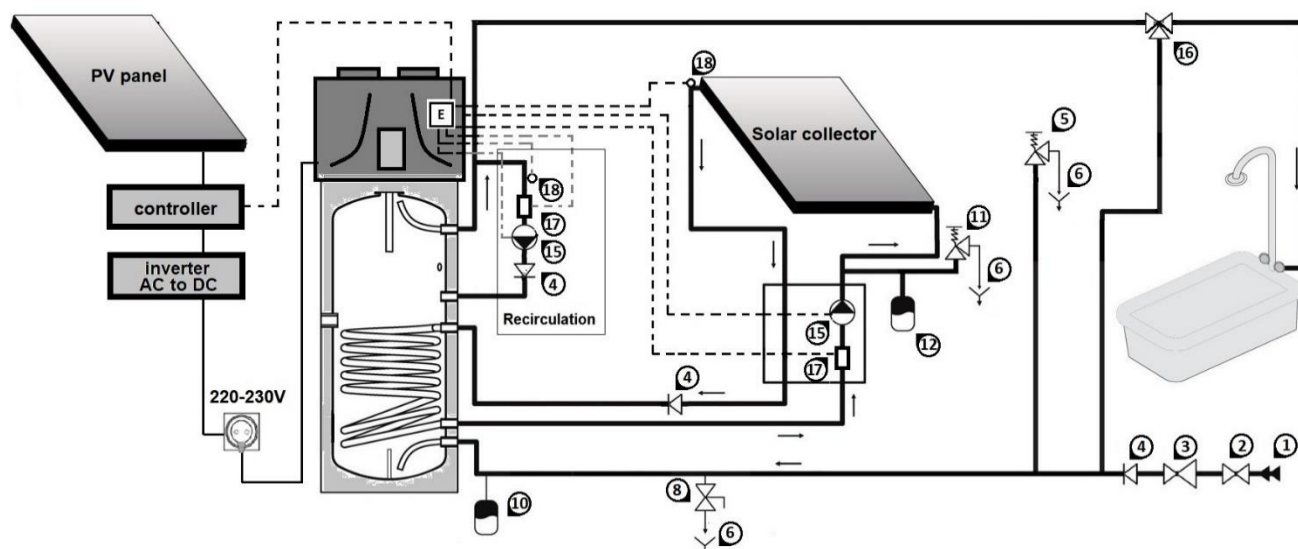
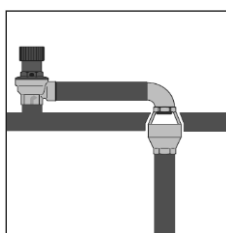

Fig. 8 Conexão ao abastecimento de água e ao coletor solar
Fig. 8a
Conecte os tubos de entrada e saída de água fria aos pontos de conexão apropriados. A ilustração a seguir (Fig. 8) mostra um exemplo de conexão a um abastecimento de água.
- O instalador do sistema deve instalar uma válvula de segurança de 8 bar no tubo de entrada da água fria (Fig. 8).
NOTA: A válvula de segurança deve ser aberta manualmente regularmente para evitar acúmulo de calcário e/ou obstrução (Fig. 8).
NOTA: O tubo de drenagem 6 (Fig. 8) na válvula de segurança deve ser instalado com uma inclinação descendente contínua e num local onde esteja protegido de congelação. É obrigatório o uso de um sifão especial (Fig.8a)!
ATENÇÃO! A bomba de calor para água quente sanitária é capaz de aquecer a água a mais de 60°C. Para proteção contra combustão, recomenda-se instalar um misturador termostático automático 16 (Fig. 8) na saída de água quente
Encha o depósito de água ao abrir a torneira de entrada 2 (**Fig. 8**) e a torneira de água quente na sua casa de banho. O depósito de água está cheio quando apenas água sem ar flui pela torneira de água quente. Verifique se há fugas nas vedações e conexões. Aperte os parafusos ou conexões sempre que necessário.